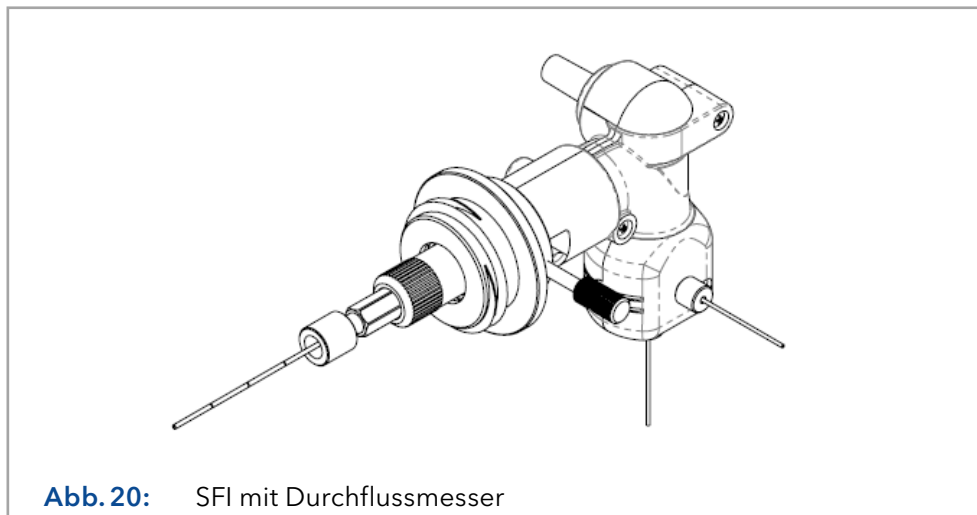

Abb. 20: SFI mit Durchflussmesser
2. Montieren Sie den Durchflussmesser nach Bedarf an das DFI oder SFI, und zwar nach dem gleichen Verfahren wie beim Einbau eines spraychip. Ein SFI mit dem Durchflussmesser ist dargestellt in Abb.20.